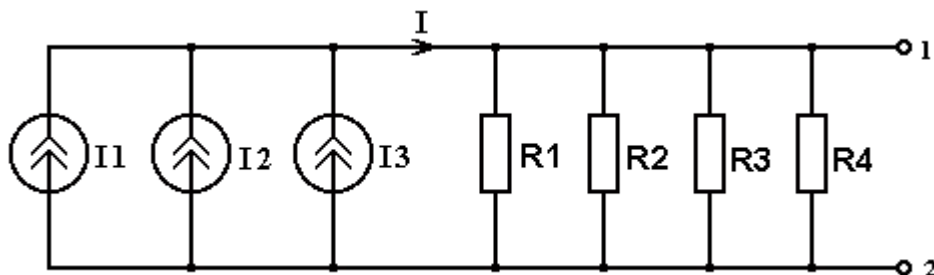

Рисунок 1.19
3. Схема цепи может быть представлена в виде (рисунок 1.19)